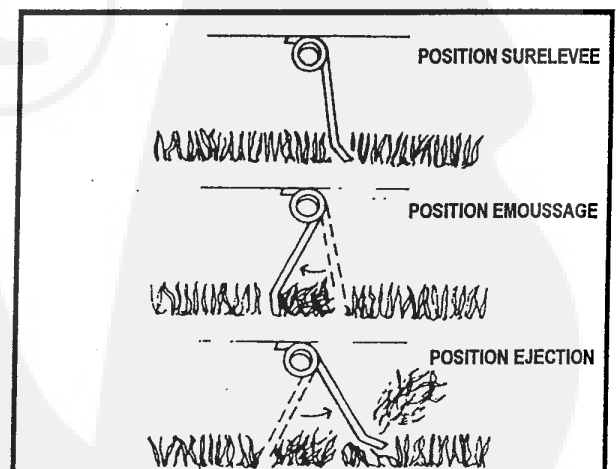

Fig. 5
- A. Trouver une surface plane, comme une allée, un sol de garage, etc. Atteler l'émousseur au tracteur a l'aide de la goupille d'attelage (2) et de la clavette (3).
- B. Réglez les longerons (13) et les supports de roues (8), afin de placer les griffes à environ 1,2 cm au-dessus du sol en position relevée, et de maniere a toucher le sol quand abaisse manuellement. Voir la figure A et la Fig. 5.
(Voir Fig. 5)
- L'herbe doit être plus courte que 7,5 cm pour un emoussage optimal. Lors de l'emoussage, toutes les griffes de l'émousseur doivent s'abaisser et "éjecter" la mousse comme l'indique la Fig. 5. Si les griffes n'éjectent pas la mousse vers l'avant, le bâti est trop bas et doit être relevé. Si toutes les griffes restent relevées, il faut abaisser le bâti. Procéder au réglage de l'émousseur, vers le haut ou le bas par 0,5 cm a la fois, selon le cas, jusqu'à l'obtention d'un resultat optimal.